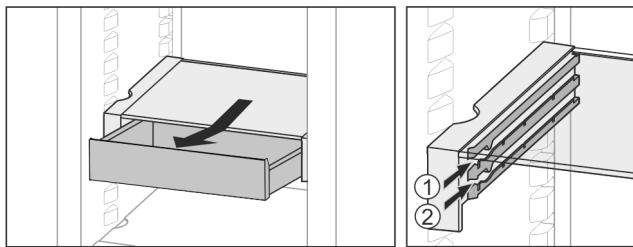

Fig. 20
- Zasuňte ju v ľubovoľnej výške Fig. 20 (1) alebo Fig. 20 (2).